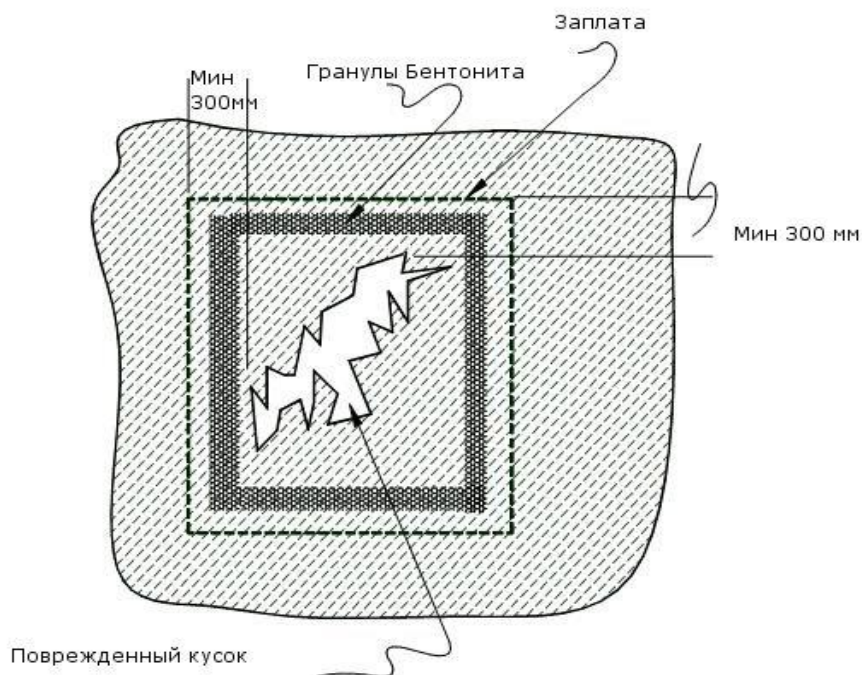

Рисунок 5. Устранение повреждений
12.1 Если БЕНТОЛАЙНЕР повреждается при укладке (рвется, перфорируется и т.д.), повреждение можно устранить наложением заплата на проблемное место (рис. 5).
Рис. 5 демонстрирует устранение повреждения с помощью заплата.